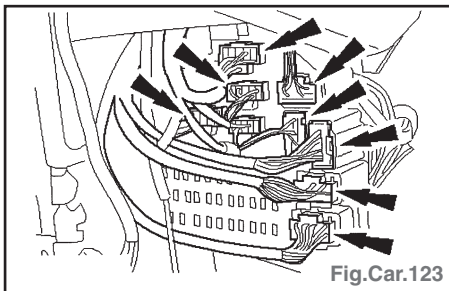

Fig.Car.123
- Débrancher les connecteurs de boîtier électrique central (**CJB**) (Fig.Car.123).